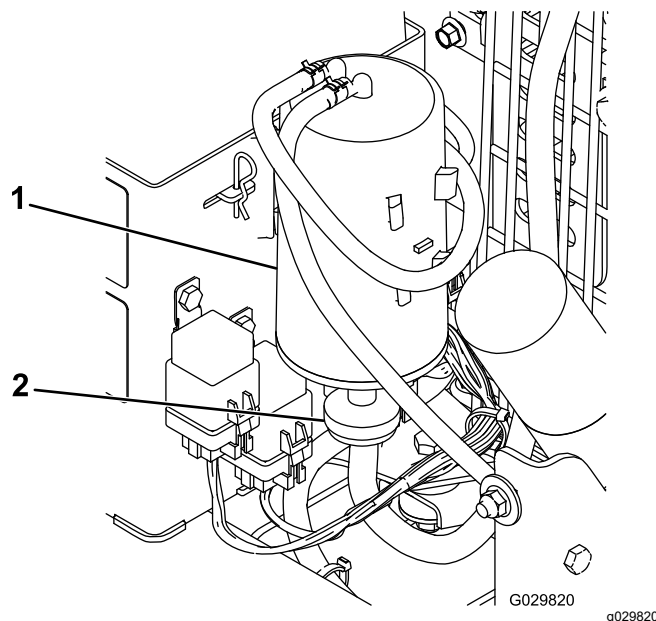

Figure 14
2. Déposez le filtre à charbon actif et mettez-le au rebut (Figure 14).